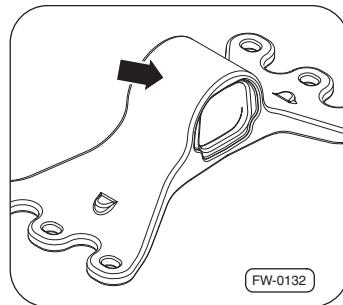

Fig. 41 · Nettoyer le sabot d'appui
4. Nettoyer le sabot d'appui ⇒ Fig. 41 à sec –flèche 1– (sans produits de nettoyage).